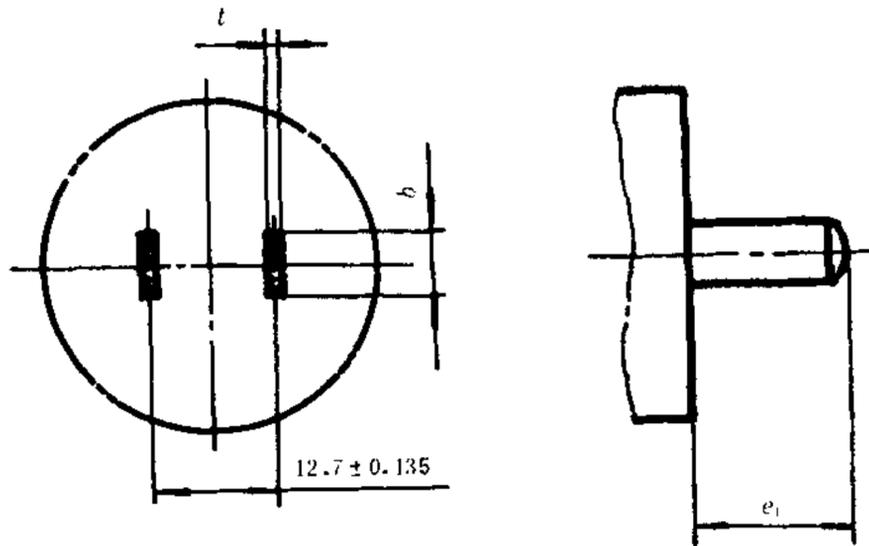
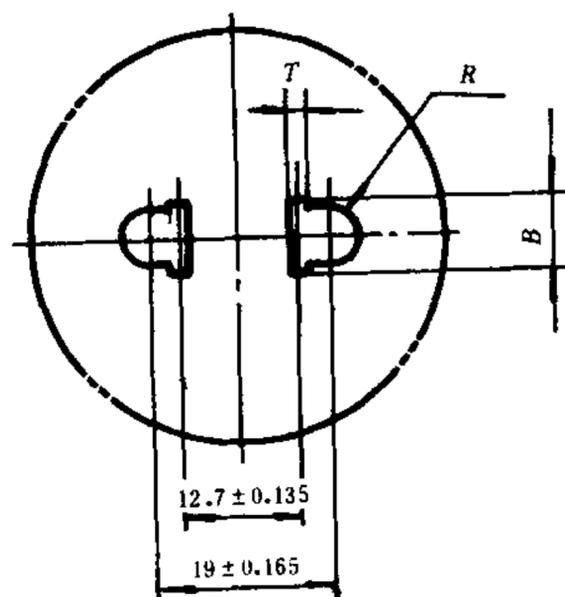
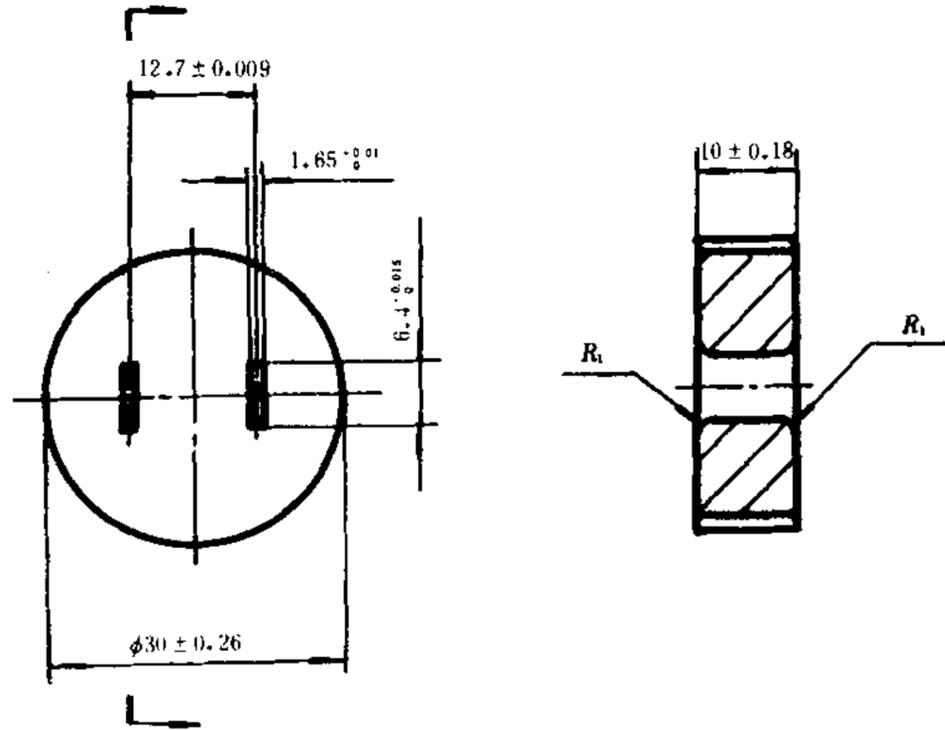
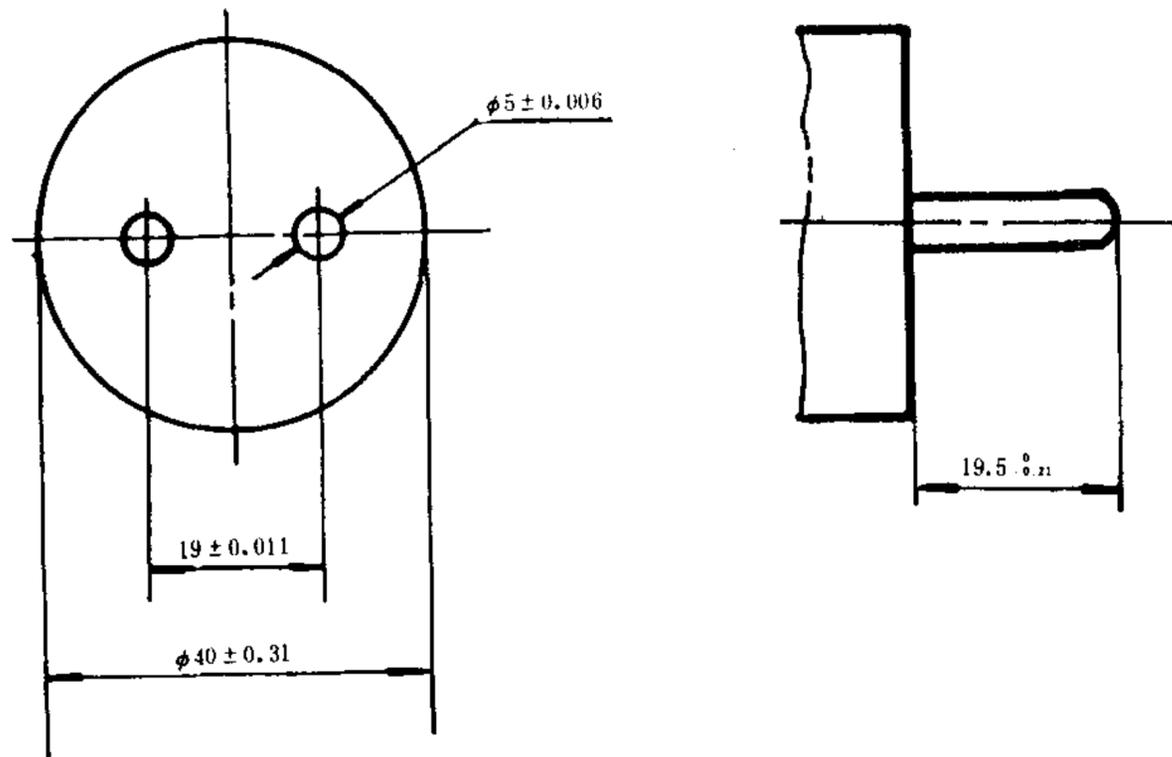

图 1 6A,10A 两极插头
图 7 10A 两极双用插座
图 8 图 1 插头量规
图 19 图 7 两极双用插座圆插部分通规
5.2 家用和类似用途单相插头插座的形式、基本参数和尺寸应符合表 1 和图 1~图 7 的规定。检验用的量规应符合图 8~图 19 的规定,粗糙度全部为  $0.8$ ,硬度为 HRC58~62,其平行度、垂直度、对称度等形位公差应为 GB 1184 中规定公差 7 级。